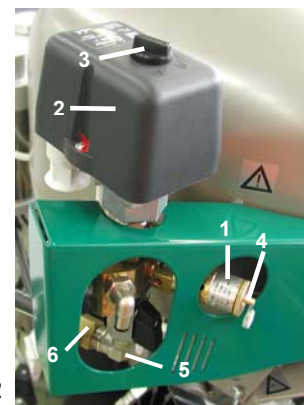
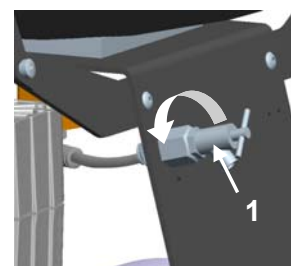

Fig.12
Fig.13
- Mettre le compresseur en marche par l'interrupteur de pression (2) en tournant celui-ci à la position „I“ (Fig.12).
(Fig.12)
Compresseurs sans sécheur d'air (Fig.13)
Au cas où le compresseur ne sera pas utilisé pendant une période plus longue, il est recommandé de vidanger le liquide condensé du réservoir de pression et mettre le compresseur en fonctionnement pour une durée d'environ 10 minutes avec la vanne de purge (1) ouverte – (Fig. 13). Ensuite arrêter le compresseur par le rupteur (3) sur l'interrupteur de pression (Fig. 12), fermer la soupape de vidange du condensé et débrancher l'installation du réseau.
Débrancher l'installation du réseau. Laisser sortir l'air comprimé du réservoir en ouvrant la soupape de vidange du condensé (1) (Fig. 13).